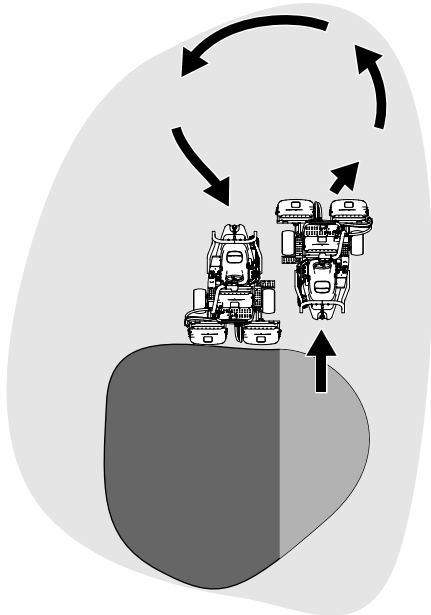

图23
6. 要缩短下一趟剪草的操作时间并方便剪出直线应轻轻朝相反方向转动机器然后再转向未剪部分。此动作是一个泪滴状的转弯图23可将机器快速对齐进行下一趟剪草。